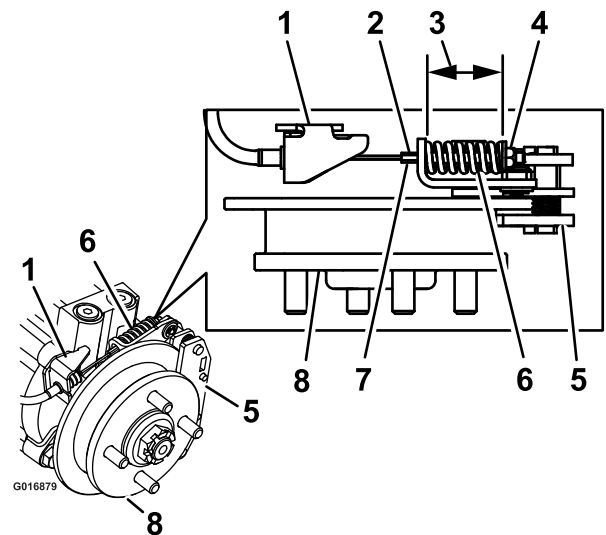

Figure 74
9. Maintenez l'extrémité de la tige filetée avec un outil et ajustez le contre-écrou jusqu'à ce que la longueur du ressort se situe entre 3,8 et 4 cm (1-1/2 et 1-9/16 po), comme montré à la Figure 74.